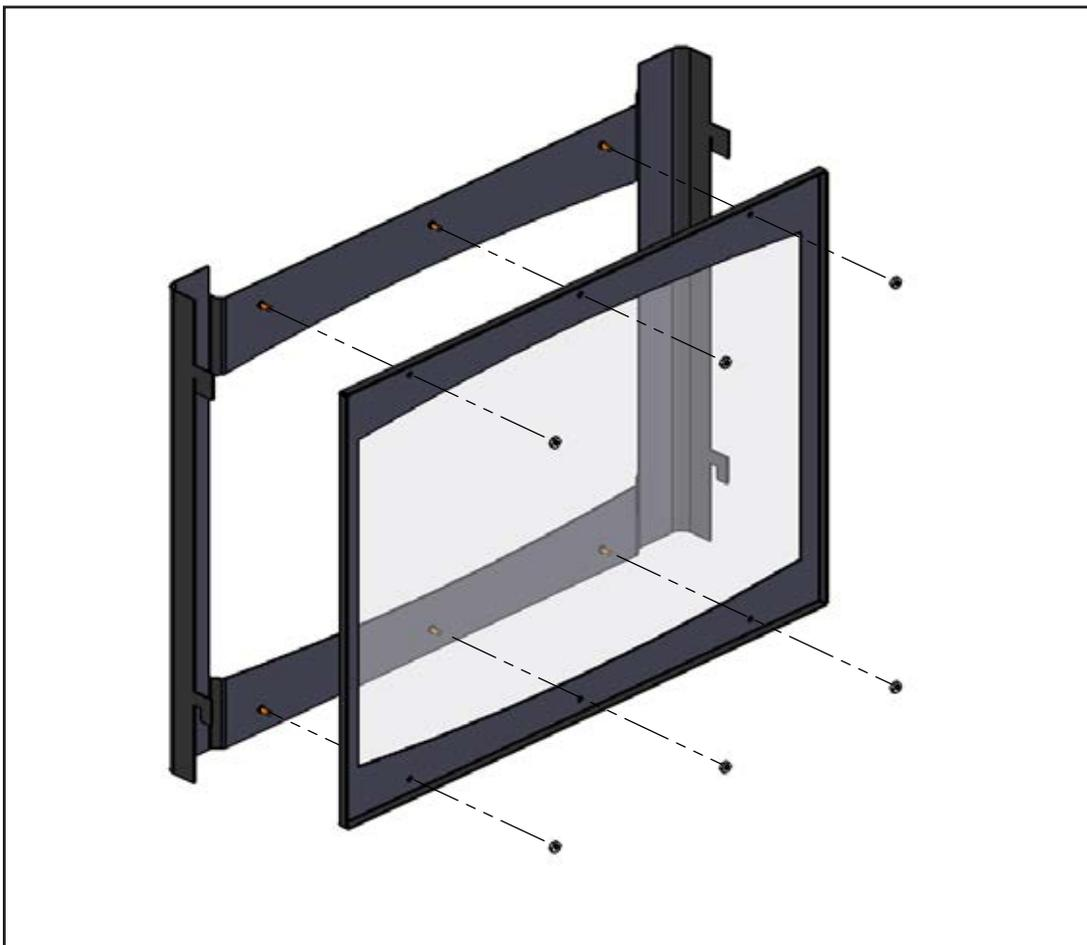

Figure 65: Retrait de l'écran de sécurité
4. À l'aide d'une clé de 11/32 po, retirez les six (6) écrous n° 8 comme illustré à la Figure 65.